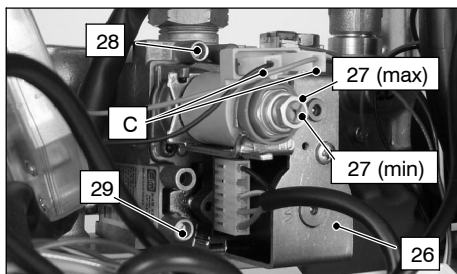

fig. 7.3
Dopo ogni misurazione delle pressioni gas, **richiudere bene** le prese di pressione utilizzate (29 e 28 in fig. 7.3). Dopo ogni operazione di regolazione gas **gli organi di regolazione della valvola devono essere sigillati**.
- 2 A caldaia spenta (fuori servizio), controllare la pressione di alimentazione utilizzando la presa 29 in fig. 7.3 e confrontare il valore letto con quelli riportati nella tabella **Pressioni di alimentazione gas** a pag. 11, 13
- 4 Aprire la presa di pressione 28 in fig. 7.3 e collegare un manometro.
Per tarare la pressione al bruciatore agire sul dado esagonale grande in ottone dell'operatore modulante 27 *max* in fig. 7.3 (ruotando in senso orario la pressione aumenta).
- 9 Sconnettere il filo di alimentazione "C" dell'operatore modulante 27. Fare attenzione che non vada a toccare le parti metalliche della caldaia fig. 7.3
Per tarare la pressione al bruciatore agire sulla vite in plastica (27 min in fig. 7.3) tenendo fermo il dado esagonale in ottone grande (27 max in fig. 7.3) dell'operatore modulante (ruotando in senso orario la pressione aumenta).
11 Collegare il filo di alimentazione "C" dell'operatore modulante fig. 7.3
15 **Chiudere la presa di pressione** 28 in fig. 7.3
4 Aprire la presa di pressione 28 in fig. 7.3 e collegare un manometro.
Nella tab. 8.1 di seguito è visibile la correlazione SET programmato, tipo di gas al bruciatore e corrente misurata nei faston "C" dell'operatore modulante 27 in fig. 7.3